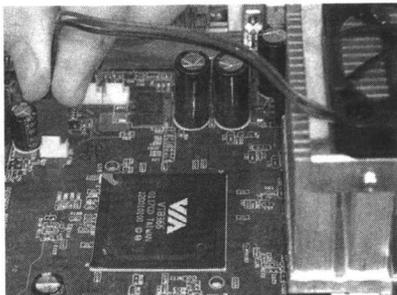

图 1.8 安装 CPU 风扇电源线
- 5) 将 CPU 风扇的电源线接到主板上三针的 CPU 风扇电源接头上，如图 1.8 所示。